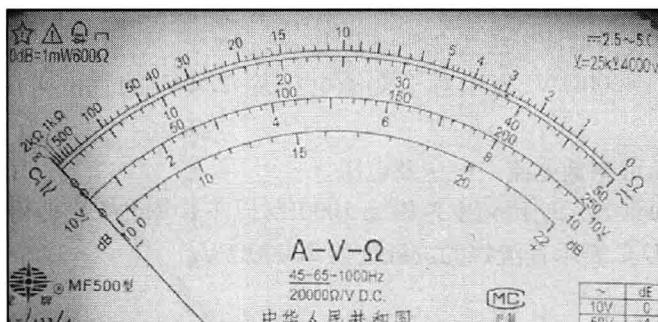

图 0-11 刻度盘
表头的灵敏度是指表头指针满刻度偏转时流过表头的直流电流值，这个值越小，表头的灵敏度越高；测电压时的内阻越大，其性能就越好。表头上有 4 条刻度线（见图 0-11），它们的功能如下。
#### (2) 万用表符号含义（见图 0-11）
①  $\star$  表示出厂绝缘测试电压等级。
②  $\triangle$  表示需特别注意。